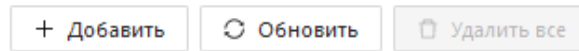

Рисунок 8
3.7.1. Рабочая область «Потребители МПСН» окна СК приведена на рис. 8.